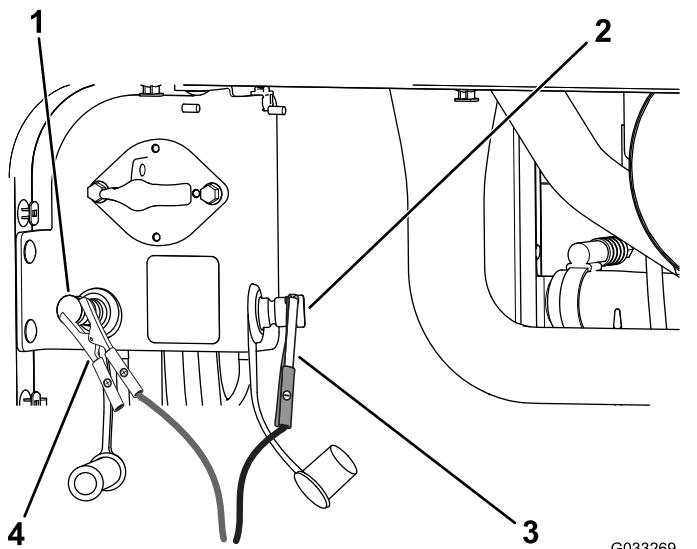

Figura 98
4. Collegate il cavo di ricarica positivo al polo di avviamento positivo (Figura 98).
5. Collegate il cavo di ricarica negativo al polo di avviamento negativo (Figura 98).
7. Quando le batterie sono completamente cariche, staccate il caricabatterie dalla presa elettrica e scollegate i cavi di ricarica dai poli di avviamento (Figura 98).